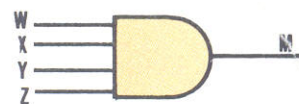

FIGURA 15-3
14. A porta lógica da figura 15-3 poderá ter um total de diferentes combinações de entrada.